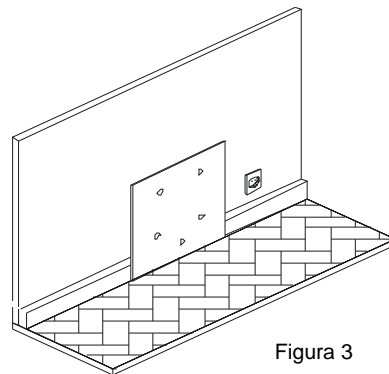

Figura 3
- 2) **UTILIZE O ESCANTILHÃO FORNECIDO SIGA AS INSTRUÇÕES INDICADAS NO MESMO.** Coloque o molde no chão e contra a parede (Figura 3).